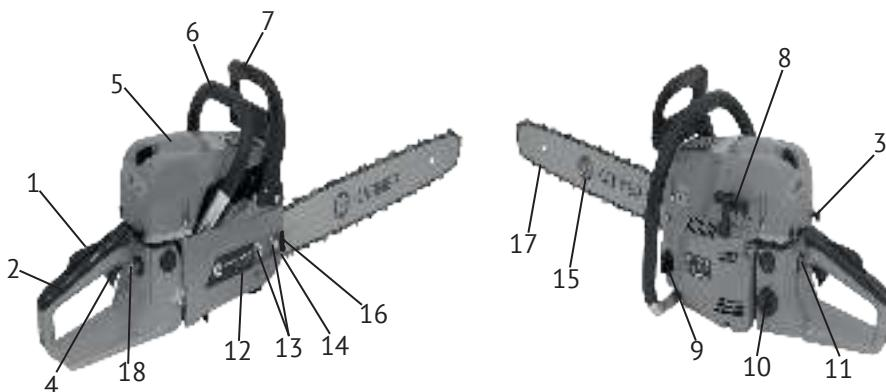

рис. 1
Бензопила – инструмент, использующий в качестве привода одноцилиндровый двухтактный бензиновый двигатель внутреннего сгорания. Рабочим органом пилы является пильный аппарат, состоящий из бесконечной (замкнутой) пильной цепи (рис.1 поз.17), которая движется по шине (рис.1 поз.15).
Двигатель работает на топливе из смеси неэтилированного бензина с октановым числом не менее 92 и специального масла для 2-тактных двигателей. Он оснащён мембранным карбюратором и электронной системой зажигания. Для запуска двигателя служит ручной стартёр (рис.1 поз.8) и ручной насос (праймер, рис.1 поз.18) для предварительной подкачки топлива в карбюратор.
Ведущая звёздочка приводится в движение автоматической муфтой сцепления. На холостых оборотах зацепление не происходит, и пильная цепь не движется. Увеличиваем обороты двигателя до рабочих нажатием на рычаг управления дросселем (рис.1 поз.4). При этом колодки муфты сцепления расходятся и входят в зацепление с барабаном. Вращение начинает передаваться на приводную звёздочку пильной цепи. После отключения рычага управления дросселем, обороты двигателя снижаются до холостого хода (около 2800 об/мин), цепь автоматически останавливается. Остановка цепи также осуществляется механическим тормозом двойного действия: вручную, нажав левой рукой на щиток тормоза (рис.1 поз.7) от себя, или при срабатывании автоматического инерционного привода (при отскоке, защемлении цепи).
Две рукоятки пилы – передняя (рис.1 поз.6) и задняя (рис.1 поз.2) оснащены устройством виброгашения.
2.4 Общий вид бензопилы представлен на рис.1
2.5.1 Установка зубчатого упора (рис.1 поз.16), если он не установлен.
Перед монтажом зубчатого упора убедитесь, что переключатель зажигания (рис.1 поз.11) находится в положении «0» - выключено.
- открутите с помощью гаечного ключа гайки (рис.1 поз.13) крепления шины и снимите крышку тормоза цепи (рис.1 поз.12);
- установите зубчатый упор (рис.1 поз.16) (зубьями вверх) и зафиксируйте двумя винтами (см.рис.).
- ослабьте с помощью гаечного ключа и снимите с пилы гайки (рис.1 поз.13);
- снимите крышку тормоза цепи, установите шину (рис.1 поз.15) на крепёжные шпильки в крайнее заднее положение;
- пильную цепь (рис.1 поз.17) наденьте на ведущую звёздочку, расположенную перед барабаном сцепления. Уложите верхнюю часть цепи в паз шины, пропустите цепь между зубцами ведомой звёздочки на переднем конце шины. Потяните шину вперёд так, чтобы нижняя часть цепи «села» в паз шины. Проверьте, чтобы направление зуба цепи совпадало с направлением, указанном на корпусе. Убедитесь, что тормоз цепи находится в выключенном положении.
- Удерживая шину с цепью, установите тормоз цепи на крепёжные шпильки, так чтобы палец винта натяжителя цепи (рис.1 поз.14) попал в регулировочное отверстие хвостовика шины.
- Затяните гайками (рис.1 поз.13) шину и тормоз цепи вручную.
! *Внимание! Перед регулировкой натяжения цепи убедитесь, что гайки крепления шины (рис.1 поз.13) немного ослаблены.*
Регулировка натяжения цепи производится винтом (рис.1 поз.14) при ослабленных гайках крепления шины:
- открутите пробку маслобака (рис.1 поз.9);
- установите переключатель зажигания (рис.1 поз.11) в положение «I» - включено;
- несколько раз медленно нажмите на колпачок праймера (рис.1 поз.18) для подкачки топлива, пока смесь не заполнит резиновый колпачок кнопки;
- вытяните до упора кнопку воздушной заслонки (рис.1 поз.3) из корпуса бензопилы;
- нажмите последовательно рычаг безопасности (рис.1 поз.1) и рычаг управления дросселем (рис.1 поз.4);
- правой рукой за рукоятку стартёра (рис.1 поз.8) сделайте несколько коротких рывков шнуря стартёра до первых признаков запуска двигателя (схватывание);
- при необходимости, несколько раз медленно нажмите на колпачок праймера (рис.1 поз.18) для подкачки топлива, пока смесь не заполнит резиновый
- вытяните до упора кнопку воздушной заслонки (рис.1 поз.3) из корпуса бензопилы, затем задвиньте полностью обратно (заслонка заняла пусковое положение);
- выкрутить свечу зажигания, которая находится под крышкой (рис.1 поз.5) воздушного фильтра;